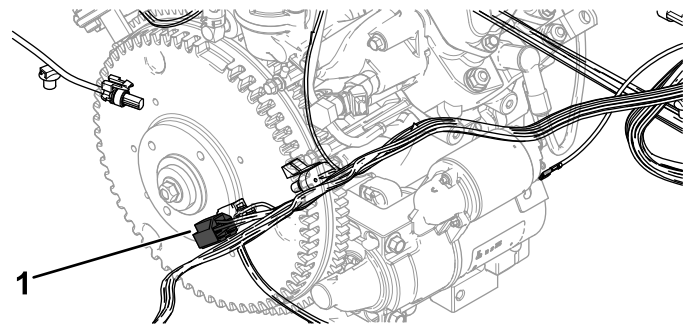

Figura 16
2. Ligue a cablagem do alternador à cablagem do motor (Figura 16).